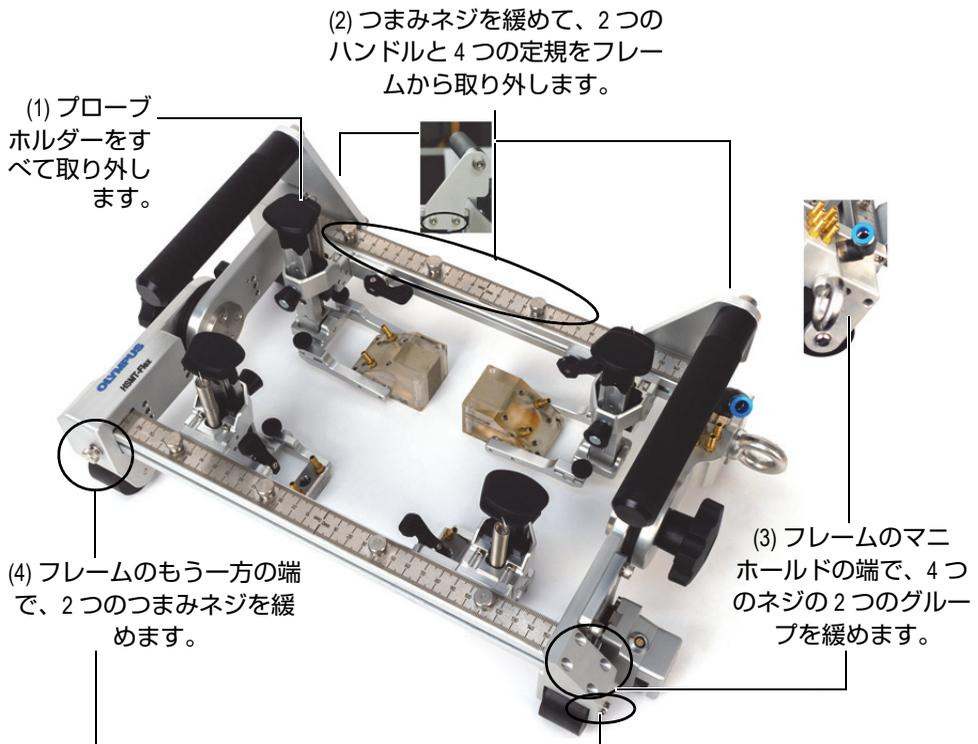

図 2-28 フレームバーセクションの変更
論理的なステップは 55 ページの図 2-28 を参照してください。
1. プローブホルダーをすべて取り外します (55 ページの図 2-28 [1])。
2. つまみネジを緩めて、2つのハンドルと4つの定規をフレームから取り外します (55 ページの図 2-28 [2])。
3. 適切な六角レンチを使用して、フレームのマニホールドの端にある 4 つのネジの 2 つのグループを緩めて取り外します (55 ページの図 2-28 [3])。
4. フレームのもう一方の端にある 2 つのつまみネジを手動で取り外します (55 ページの図 2-28 [4])。